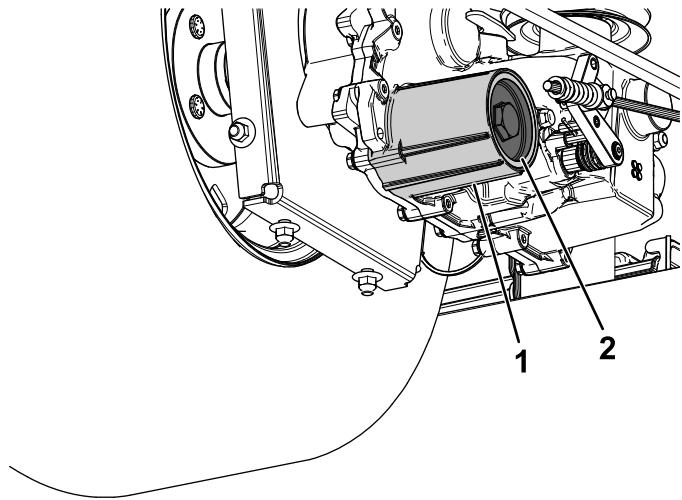

Figura 69
7. Retire la tapa del filtro de fluido hidráulico del transeje para vaciar el fluido (Figura 69).